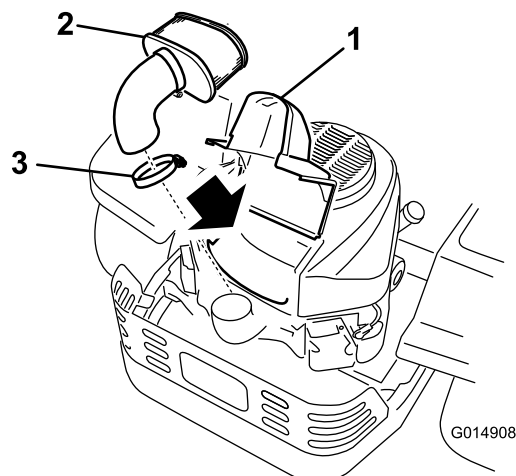

Figure 34
3. Nettoyez la surface autour du couvercle du filtre à air pour éviter que des impuretés ne s'introduisent dans le moteur et l'endommagent. Soulevez le couvercle et déposez le collier qui fixe l'ensemble filtre à air au moteur (Figure 34).
4. Desserrez le collier de flexible et retirez l'élément en papier (Figure 34).